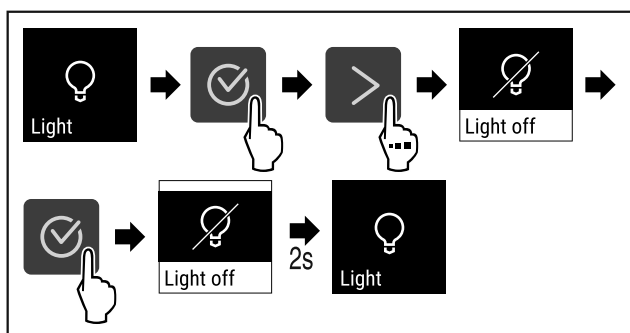

Fig. 67
▶ Handlungsschritte (siehe Fig. 67) durchführen.